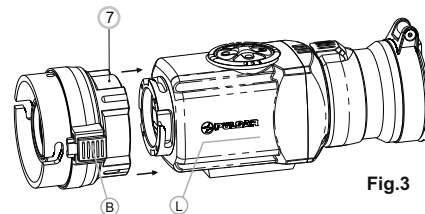

Fig.3
- Individuare l'oculare per il visore applicabile in modo che il blocco (B) sia parallelo al logo Pulsar (L) sul corpo dell'apparecchio (Fig.3).
- Inserire l'oculare per il visore applicabile nel corpo dell'apparecchio fino all'arresto e bloccarlo ruotando anello per attacco a baionetta (7) in senso orario.